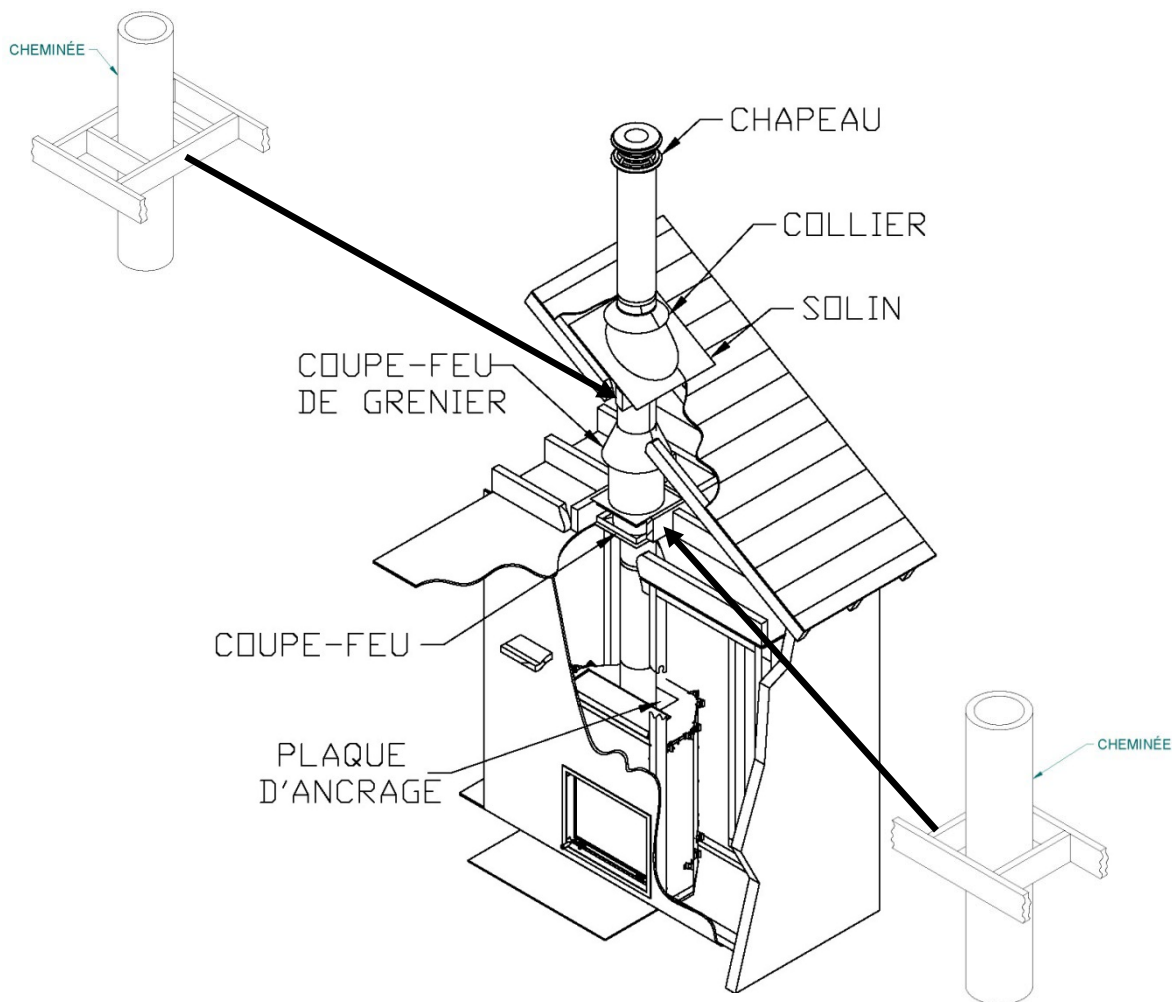

Figure 33
2. En vous plaçant sous le plafond, installez un coupe-feu fourni par le fabricant de la cheminée à chaque étage où passera la cheminée. Placez-vous dans le grenier, pour installer un coupe-feu de grenier (**voir Figure 33**).
3. En suivant les instructions du fabricant de cheminée, placez la première section de cheminée sur le foyer. Pour toutes les cheminées, vous devez utiliser une plaque d'ancrage fournie par le fabricant de la cheminée avant d'installer la première section de cheminée (**voir Figure 33**). Continuez à installer des sections de cheminée en vous assurant de verrouiller chaque section en place selon les instructions du fabricant de cheminée. Généralement il est recommandé de sécuriser les sections de cheminée avec trois (3) vis à métal de 1/2" (12 mm).
5. Placez en suite le solin de toit et scellez le joint entre le toit et le solin avec du goudron à toiture (**voir Figure 33**). Sur un toit en pente, insérez le solin sous le bardeau supérieur et par-dessus les bardeaux inférieurs. Clouez le solin en utilisant du clou à bardeau.